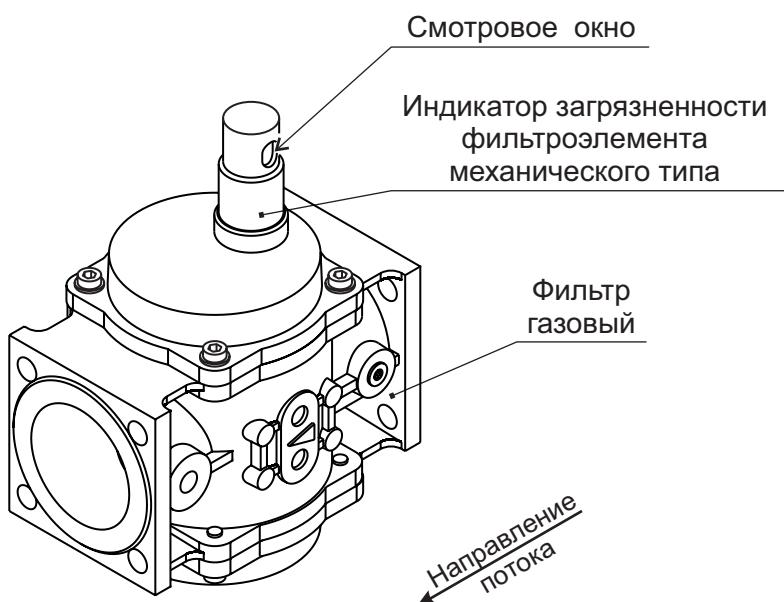

Рис. 9-21. Фильтр газовый с индикатором загрязненности фильтроэлемента механического типа
- полное перекрытие смотрового окна индикатора загрязненности (заполнение окна красным цветом) - см. рис. 9-21. Полное перекрытие смотрового окна соответствует перепаду давления 10 кПа;